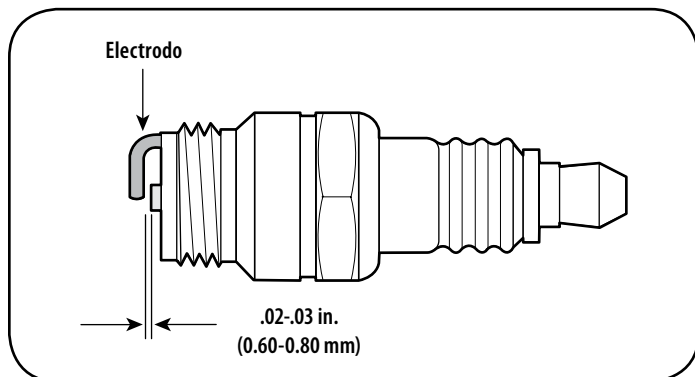

Figura 45
3. torciendo el electrodo lateral. Vea la Figura 45. La separación debe establecerse entre 0,02 y 0,03 pulgadas (0,60-0,80 mm).